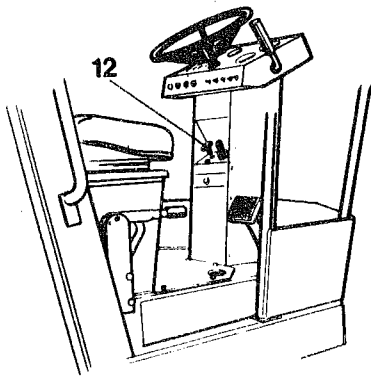

Fig. 5 Poste de conduite
- 1 Contrôler que la tirette d'arrêt (12), fig. 5, est entièrement enfoncée (ne concerne que DEUTZ et GM).